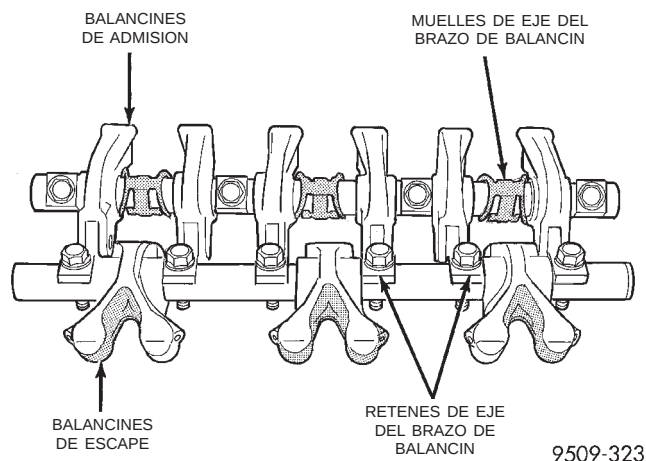

Fig. 101 Ejes del brazo de balancín
(1) Identifique los balancines y retenes para volver a instalarlos. Desmonte los conjuntos de balancín, retirando del eje los pernos de fijación y abrazaderas de muelle (Fig. 101).
Lubrique los balancines. Instálelos sobre los ejes, en su posición original (Fig. 101).